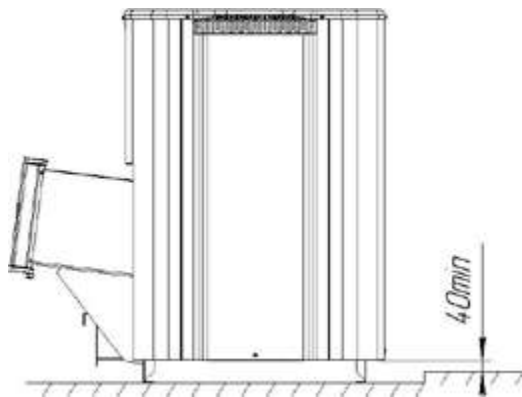

Рисунок 5 - Установка печи ниже уровня чистового пола
**ВНИМАНИЕ!** Запрещается устанавливать печь ниже уровня чистового пола при отсутствии притока воздуха к нижним конвекционным отверстиям (рисунок 5).